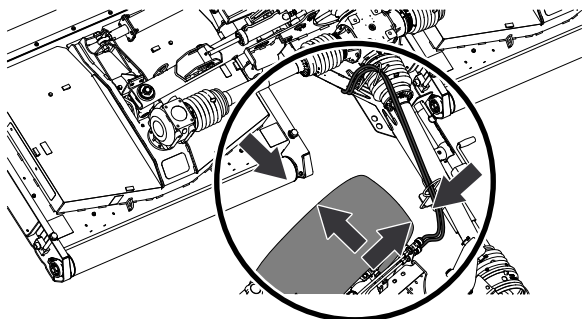

Рисунок 43
3. Во время поворота убедитесь в наличии зазора между шиной буксирного автомобиля и компонентами газонокосилки (Рисунок 43).